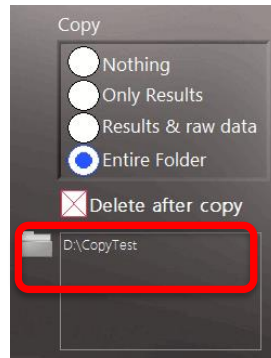

Abbildung 24: Abschnitt „Copy and Destination Location“ (Kopieren und Zielort)
Das Kopierziel wird in der Funktion **Destination Location** (Zielort) ausgewählt, wie unten erklärt (siehe Abbildung 24).
Diese Einstellung legt fest, welche Ergebnisse am Ende eines Assay-Laufs an den Zielort kopiert werden sollen. Wenn das Kontrollkästchen neben **„Delete after copy“** (Nach dem Kopieren löschen) aktiviert ist, wird der gesamte Datenordner einer Kartusche von der internen Festplatte gelöscht, nachdem er erfolgreich an den Zielspeicherort kopiert wurde (Abbildung 24).
- **Destination Location** (Zielort): Der Zielort, an den die Ergebnisse kopiert werden sollen, wird in dem Feld direkt unter dem Kontrollkästchen **Delete after copy** (Nach dem Kopieren löschen) angezeigt. Legen Sie den Pfad fest, indem Sie das Ordnersymbol  neben dem Feld für den Zielort verwenden (siehe roter Kasten in Abbildung 24).